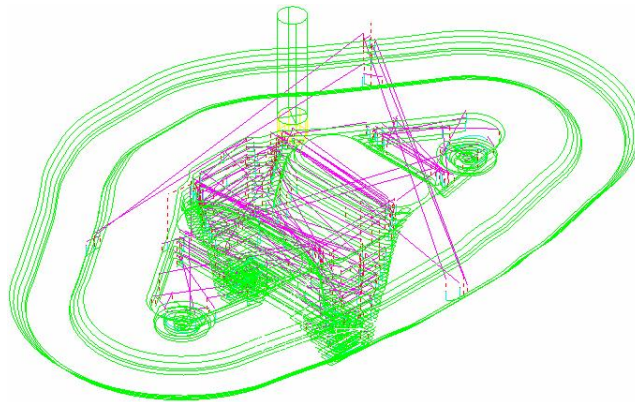

Figura 2.159 Vista con acercamiento de la herramienta y trayectoria.
- Hacer clic en los botones de Sombreado liso , Modelo Alambre , y Bloque  para desdibujar el modelo y el bloque, y después acercar la vista de la trayectoria manteniendo pulsada la tecla Ctrl y el botón central (o derecho) del ratón, y arrastrar el ratón hacia arriba (Figura 2.159).